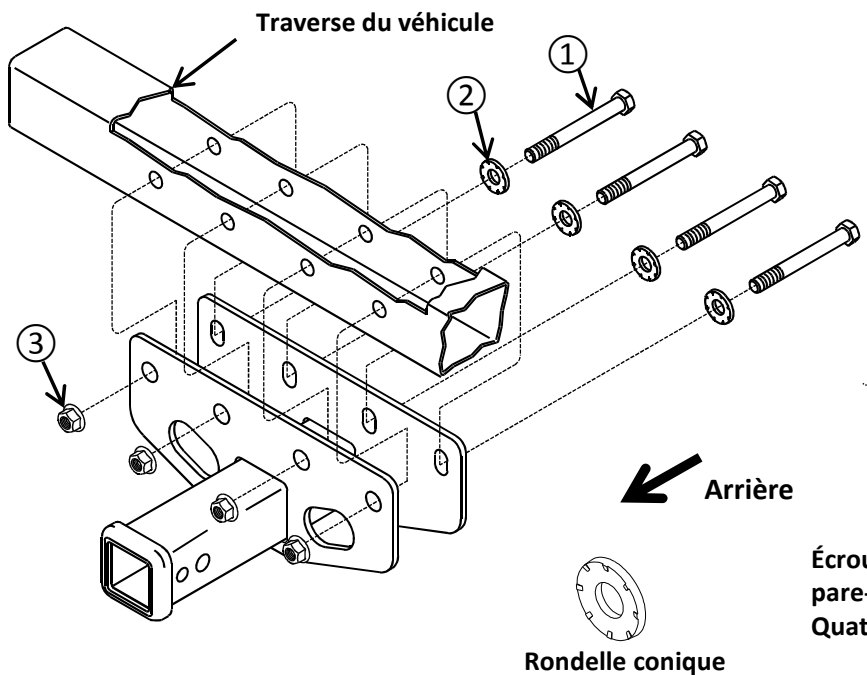

Figure 1
3. **Poser la visserie** - Poser quatre (4) boulons longs ½-13 x 4.50 avec rondelles coniques dentées et écrous à embase hexagonale, comme illustré à la figure 1.
3. **Poser la visserie** - Poser quatre (4) boulons longs 1/2-13 x 4.50 avec rondelles coniques dentées et écrous à embase hexagonale, comme illustré à la figure 1.